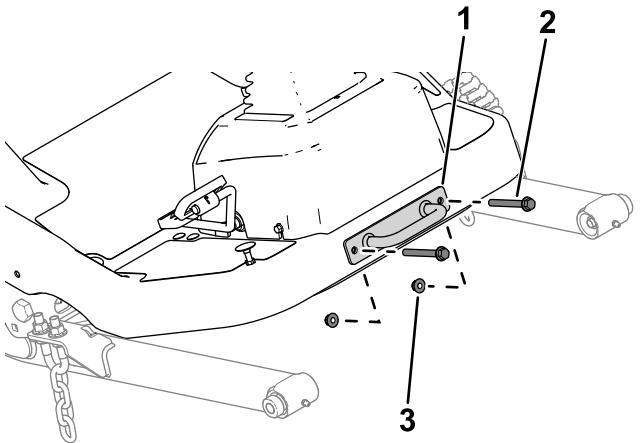

Figure 17
1. Déposez le support d'attache de la plate-forme (Figure 17).